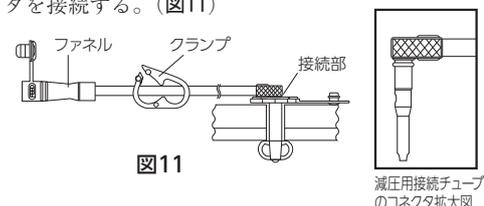

図11
2. ボタンのキャップを外し、接続部に減圧用接続チューブのコネクタを接続する。(図11)